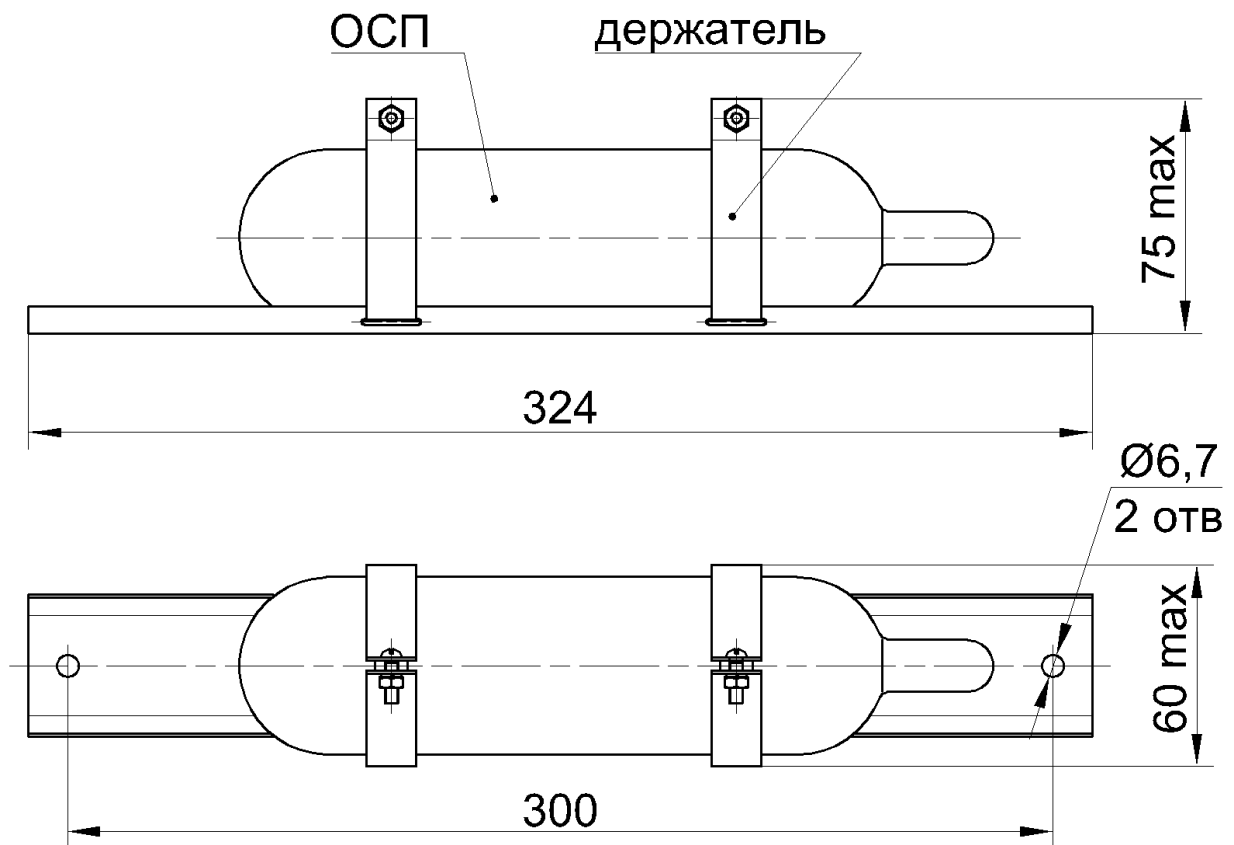

Рис. 2.3 ОСП с держателем М.
- М - для подвижного состава метрополитена, см. рис. 2.3;
6.5 ОСП с держателем М монтируются на защищаемом объекте при помощи шурупов, болтов и т.п. Координаты крепежных отверстий держателей см. рис. 2.3.